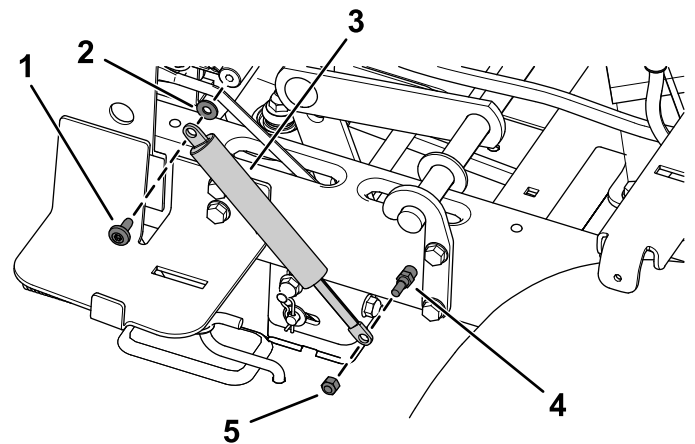

Figura 4
3. Remova o parafuso com olhal e anilha que prendem a parte superior do amortecedor (Figura 4).
4. Segurando a cavilha do amortecedor no sítio com uma chave, retire a porca de bloqueio (1/4 pol.) que prende a parte inferior do amortecedor (Figura 4).
5. Prenda a parte superior do novo amortecedor utilizando o parafuso com olhal previamente removido e anilha (Figura 4).
6. Prenda a parte inferior do novo amortecedor utilizando a porca de bloqueio previamente removida ( $\frac{1}{4}$  pol.) como se mostra na Figura 4.